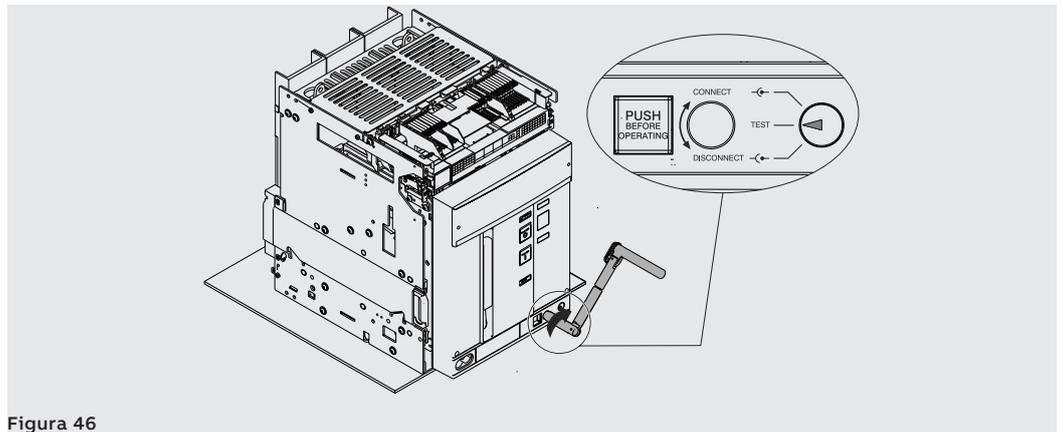

Figura 46
10. Ruotare la manovella in senso orario sino a quando il pulsante fuoriesce ed il segnalatore indica che l'interruttore è in posizione **TEST**. Vedi Figura 46.